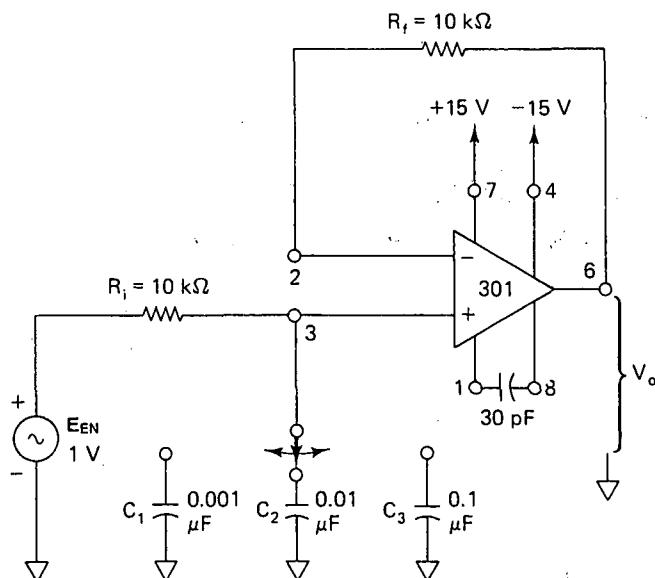

FIGURA LE11-1
- 11-1.** Consulte el filtro pasabajas que aparece en la figura LE11-1 y mida los valores de todos los componentes antes de construir el circuito. Con los valores medidos de los componentes, calcule las frecuencias de corte. Si tiene acceso a un generador de funciones con capacidad de barrido, utilícelo para E_i .